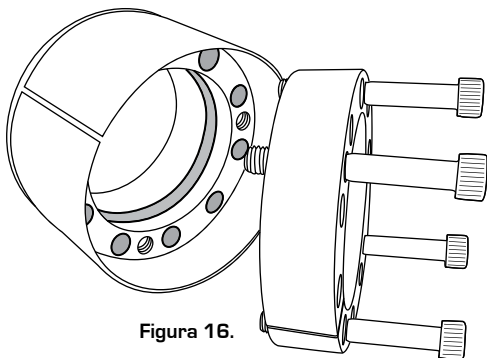

Figura 16.
2. Apriete progresivamente hasta liberar el anillo como se muestra en la Figura 16.